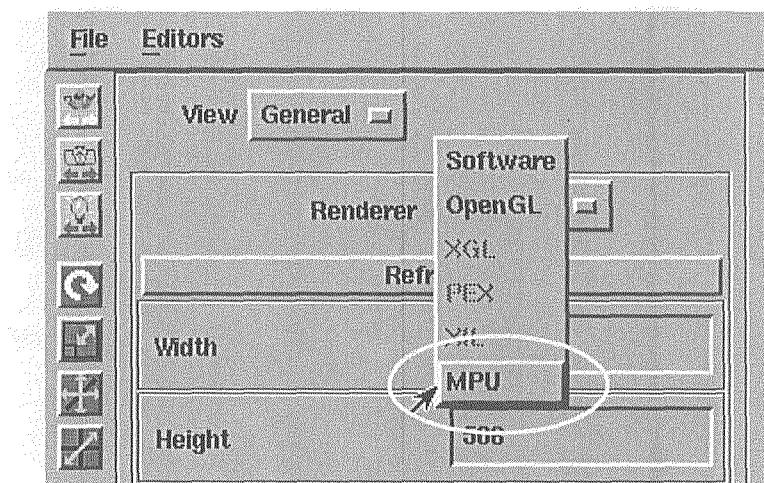

図 7-8 レンダリングモードの切り替え画面
Renderer を「OpenGL」から「MPU」に変更します。(図 7-8)
- (1) コントロールパネル [Editors] - [View] を選択します。
- (2) Renderer を「MPU」から「OpenGL」に変更します。(図 7-8)